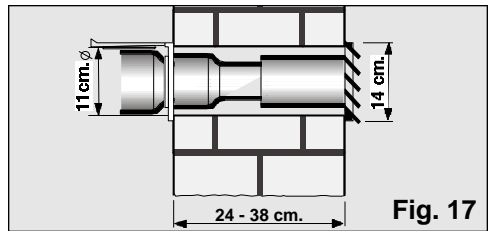

Fig. 17
- Skal man drive varmluften ut gjennom vegg, må det lages et hull i denne for innlegging av vegg-gjennomføringen, **Fig. 17.**